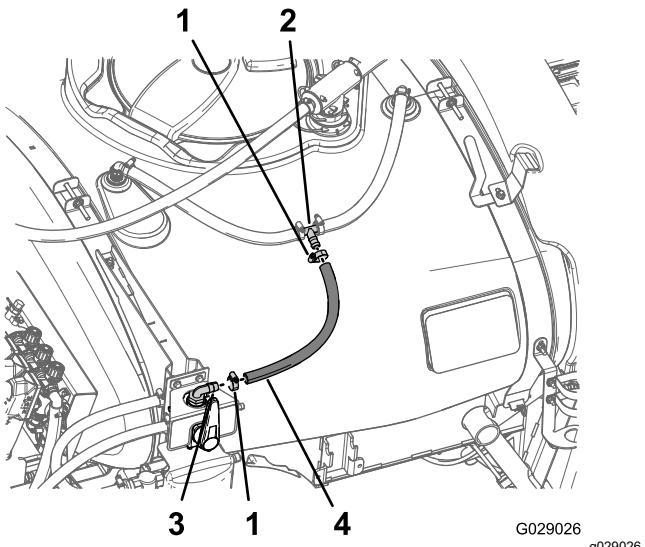

Bild 46
5. Stecken Sie einen Schlauch (19 mm (3/4 Zoll) x 61 cm) auf das gerade Anschlussstück mit Widerhaken an der Vorderseite des Vierwegeventils (**Bild 46**).
6. Befestigen Sie den Schlauch mit einer Schlauchklemme am Ventil (Bild 46).
7. Stecken Sie das freie Ende des Schlauchs auf das T-Stück mit Widerhaken, und befestigen Sie den Schlauch mit einer Schlauchklemme am Anschlussstück (Bild 46).